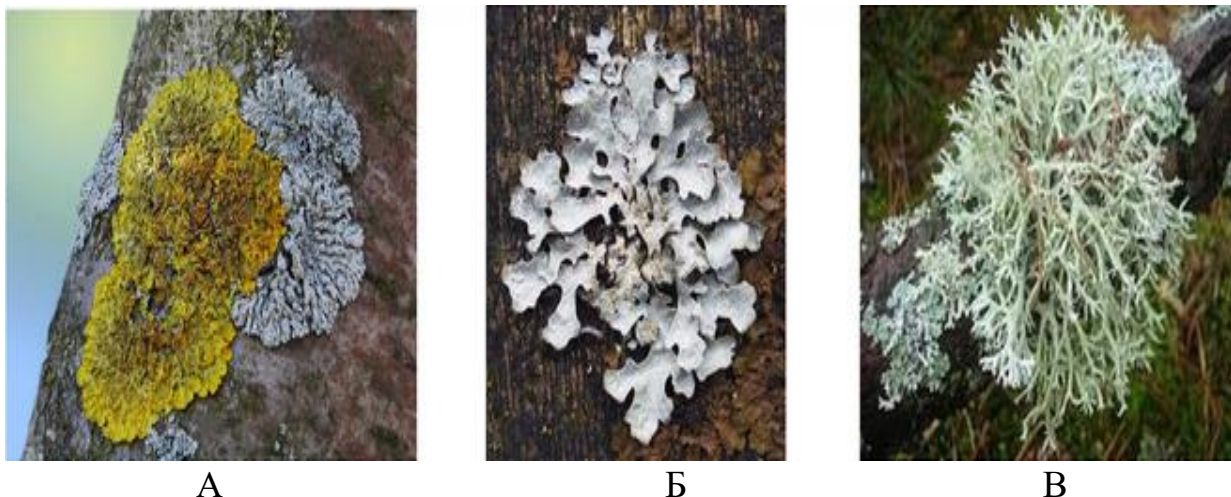

Рис. 4.3. Морфологічні групи лишайників:
- накипні або коркові – тіло у вигляді накипі, яка вкриває субстрат та тісно зростається з ним усією поверхнею (рис. 4.3, А), що практично невіддільна від нього; накипні лишайники складають біля 80% всіх лишайників;
- листові – тіло у вигляді листовидних пластинок, які прикріплені до субстрату пучками гіф (ніжка) та легко відділяються від нього (рис. 4.3, В);
– кущові – талом у вигляді більш або менш розгалужених кущів довжиною до 15 см, які підіймаються від субстрату (грунту) або звисають з гілок. У кущових лишайників талом є циліндричним із “серцевиною” у центрі (рис. 4.3, Б).
Завдання 1. Замалюйте і підпишіть у зошиті: рис. 4.1. *Мікроміцети та макроміцети*, рис. 4.2 *Типи водоростей* та рис. 4.3 *Морфологічні групи лишайників*.